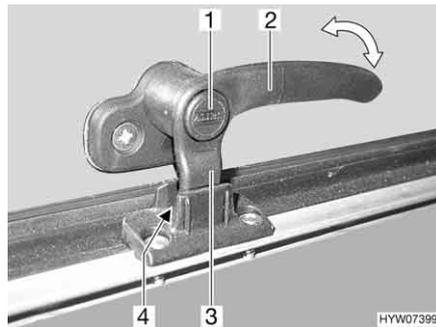
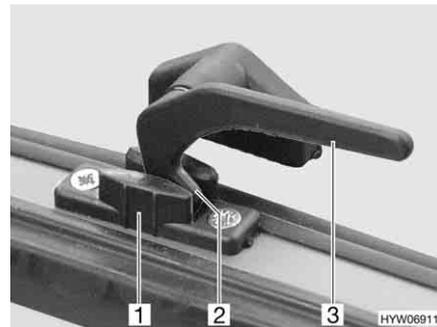

Fig. 60 Levier de verrouillage avec bouton de sécurité en position "Aération permanente"
Fig. 61 Levier de verrouillage en position "Aération permanente"
- En position "Aération permanente" (Fig. 60 et Fig. 61)
- S'il existe, appuyer sur le bouton de sécurité (Fig. 60,1) et le maintenir enfoncé.
- Tourner le levier de verrouillage (Fig. 60,2 ou Fig. 61,3) d'un quart de tour vers le centre de la fenêtre.
- Remettre le levier de verrouillage en position initiale. Le tenon de verrouillage (Fig. 60,3 ou Fig. 61,2) du levier de verrouillage doit pénétrer alors dans le logement prévu à cet effet dans le verrouillage de fenêtre (Fig. 60,4 ou Fig. 61,1).
- Relâcher le bouton de sécurité (Fig. 60,1).